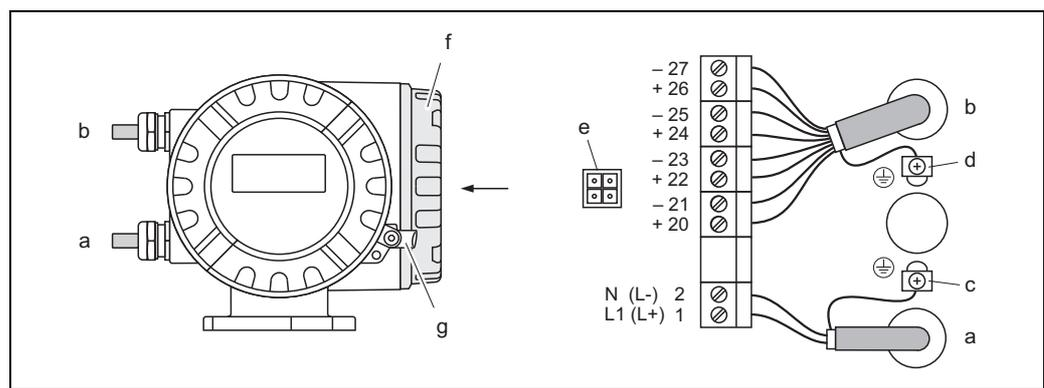

Fig. 21: Raccordement du transmetteur (boîtier de terrain en aluminium). Section de câble : max. 2,5 mm²
- Schéma de raccordement (boîtier aluminium) → fig. 21